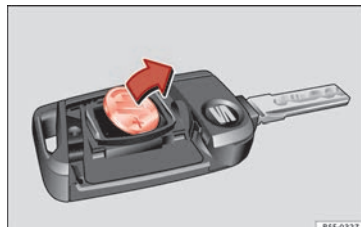

Fig. 136 Chiave del veicolo: estrarre la batteria.
- Estrarre la batteria dal vano con un oggetto fino adatto » » **fig. 136**.
- Collocare la nuova batteria come illustrato » » **fig. 136** e inserirla nel vano batteria nella direzione contraria a quella indicata dalla freccia » » **②**.